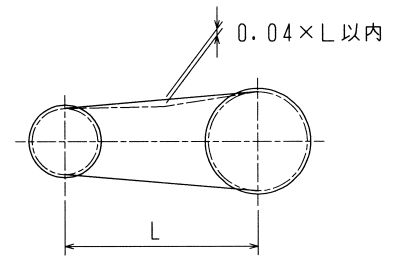

図13 チェーンたるみ量
- (2) チェーンのたるみ量は、スパン長の4%程度としてください（図13参照）。たるみが大きすぎると始動時衝撃が過大となり、ギヤードモータを損傷することがあります。